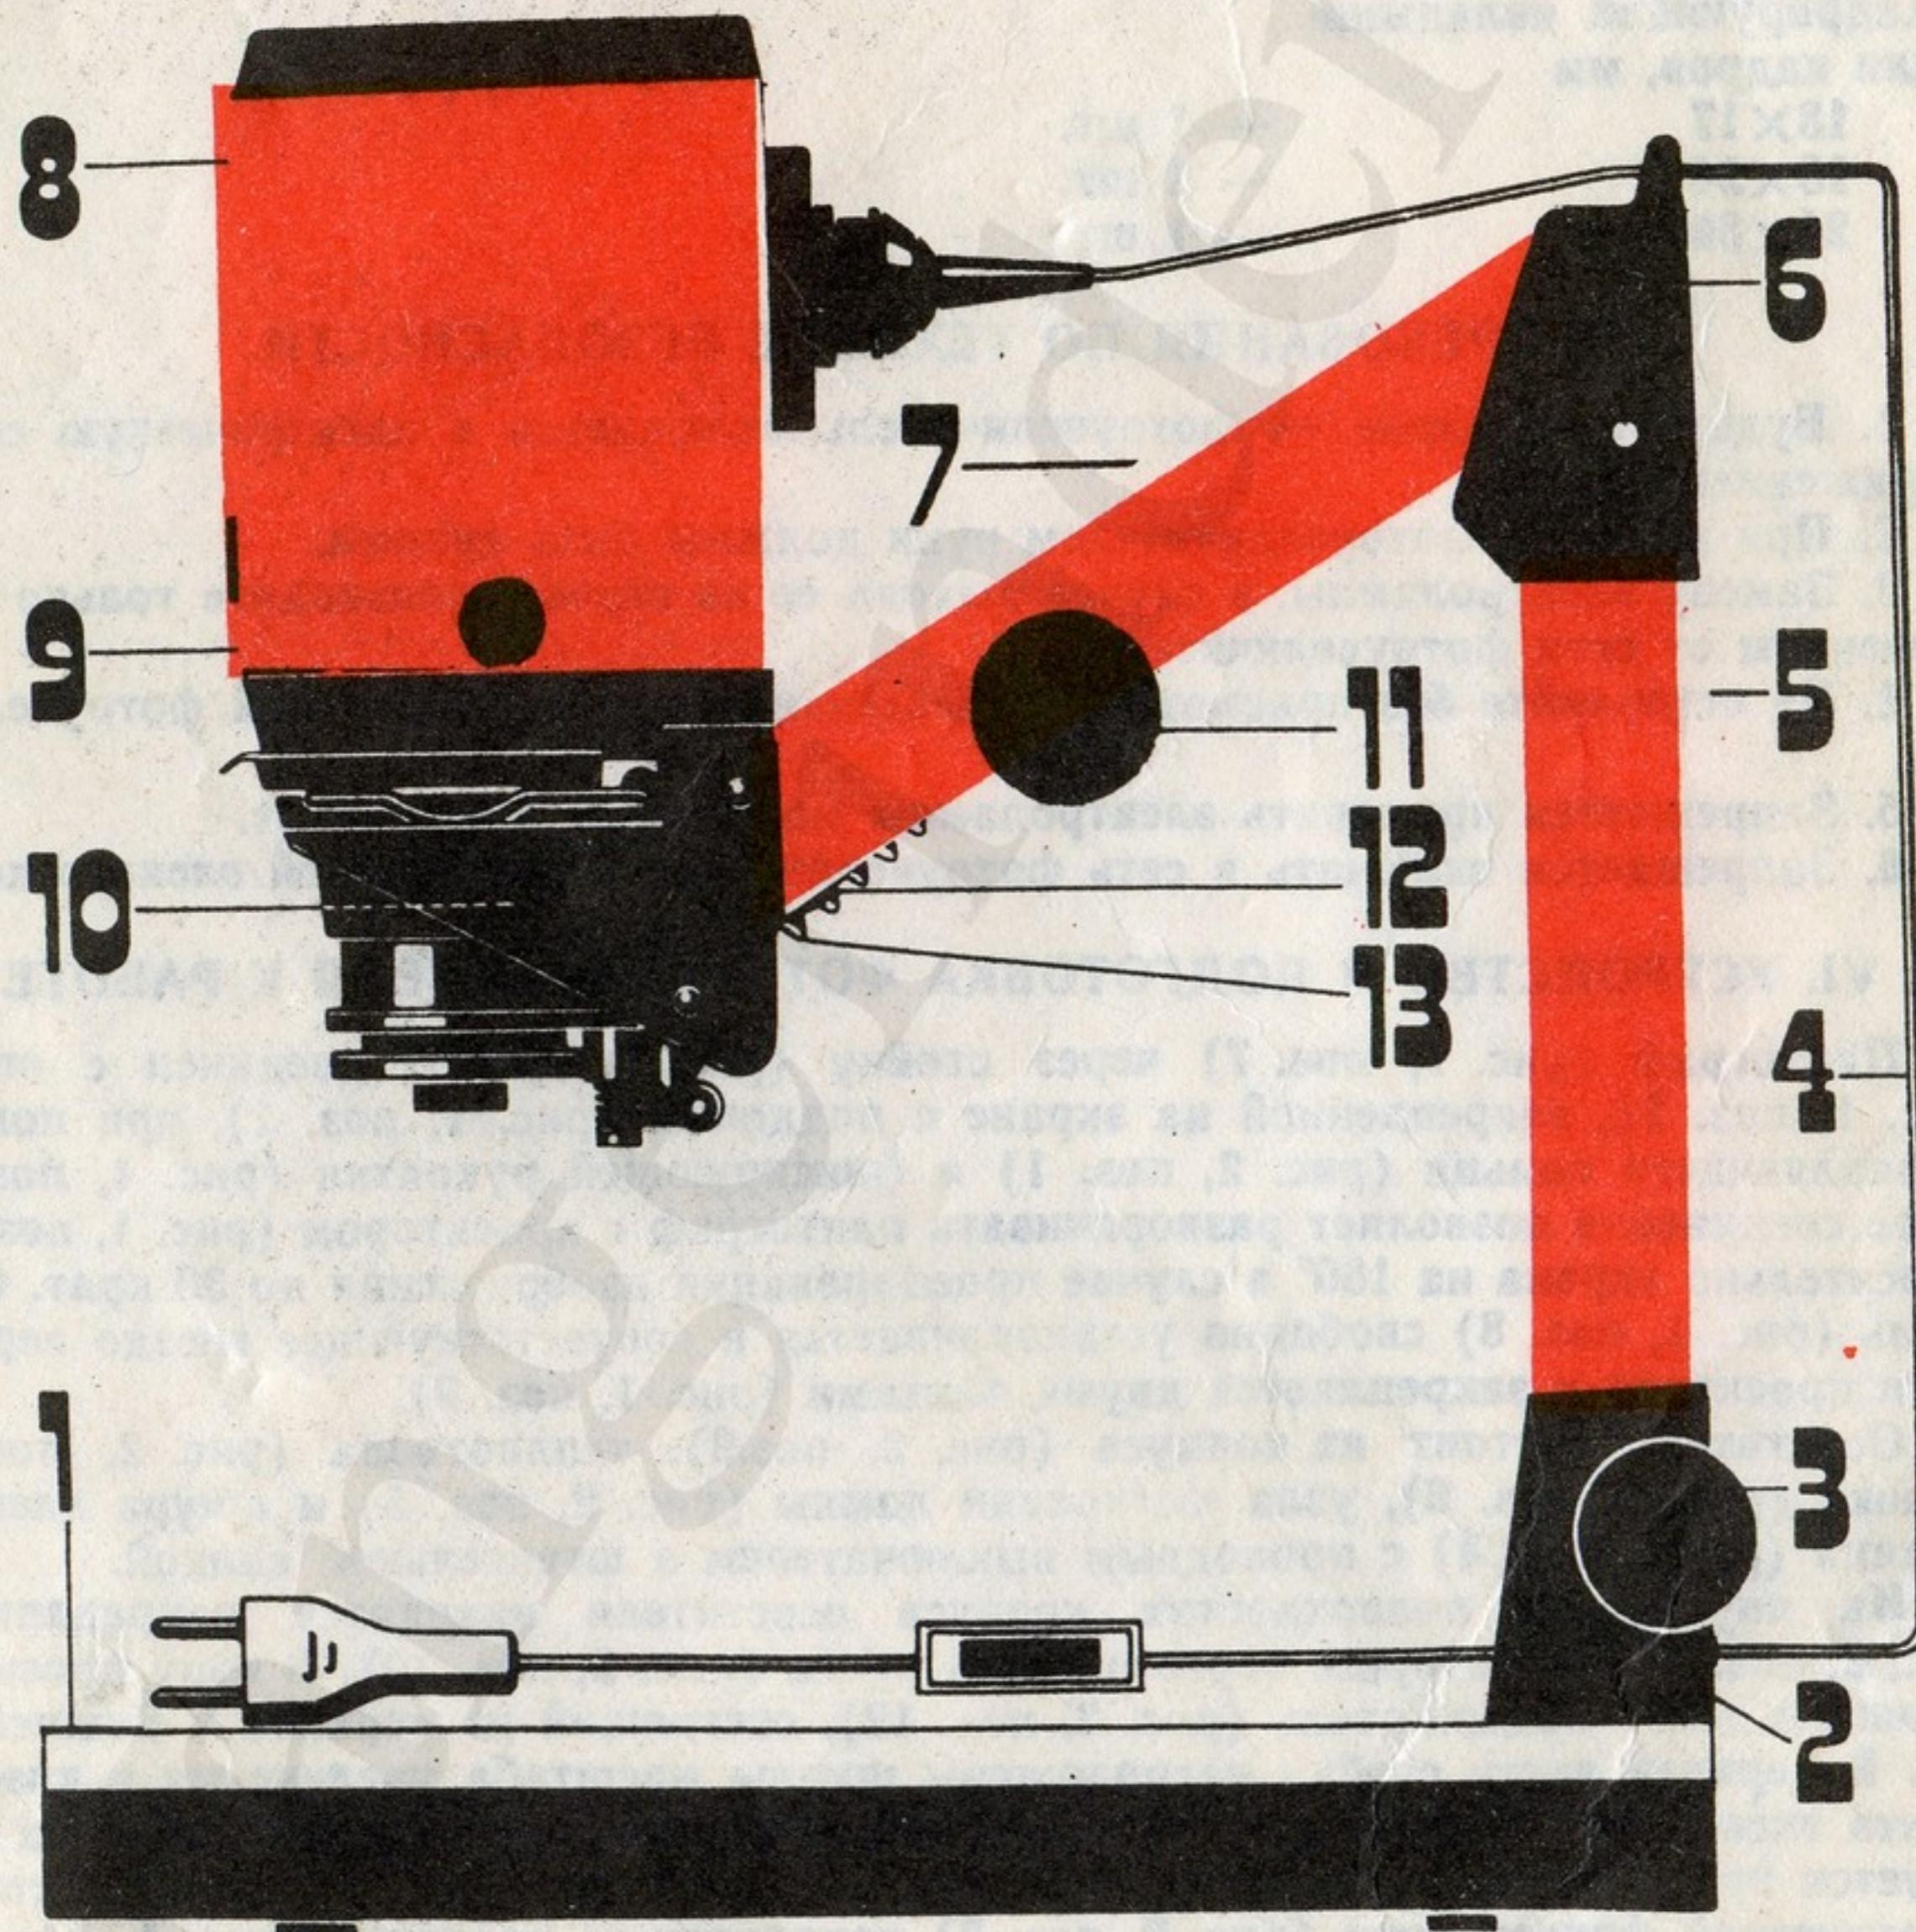

РИС. 1
Пантограф (рис. 1, поз. 7) через стойку (рис. 1, поз. 5) соединен с опорой (рис. 1, поз. 2), закрепленной на экране с поддоном (рис. 1, поз. 1), при помощи направляющего пальца (рис. 2, поз. 1) и фиксирующей рукоятки (рис. 1, поз. 3). Такое соединение позволяет разворачивать пантограф с проектором (рис. 1, поз. 10) относительно экрана на 180° в случае проецирования изображения до 30 крат. Осветитель (рис. 1, поз. 8) свободно устанавливается в соответствующее гнездо верхней части проектора и закрепляется двумя винтами (рис. 1, поз. 9).
Осветитель состоит из корпуса (рис. 2, поз. 9), теплоотвода (рис. 2, поз. 7), крышки (рис. 2, поз. 6), узла юстировки лампы (рис. 2, поз. 5) и шнура электропитания (рис. 1, поз. 4) с проходным выключателем и штепсельной вилкой.
На внутренних поверхностях корпуса осветителя находятся направляющие (рис. 2, поз. 4), по которым перемещается лоток (рис. 2, поз. 10). В пазу проектора размещен негативодержатель (рис. 2, поз. 12), состоящий из верхней и нижней рамок. В верхней части стойки расположены шкалы масштаба увеличения и коэффициента экспозиции (рис. 1, поз. 6). Положение проектора относительно экрана фиксируется при помощи рукоятки (рис. 1, поз. 11) и планки (рис. 1, поз. 12). Узел автоматической фокусировки (рис. 2, поз. 3) находится за кареткой (рис. 2, поз. 15). Конденсор (рис. 2, поз. 11) расположен в гнезде верхней части проектора.
4. Установить стойку с рычажно-подвижной системой (пантомографом) на опору, для этой цели необходимо ввести палец стойки (рис. 2, поз. 1) в отверстие опоры (рис. 1, поз. 2) и зажать ее рукояткой (рис. 1, поз. 3);
11. При использовании кадрирующей рамки для фотобумаги необходимо пантограф со стойкой поднять на величину высоты рамки и это положение зафиксировать рукояткой (рис. 1, поз. 3).